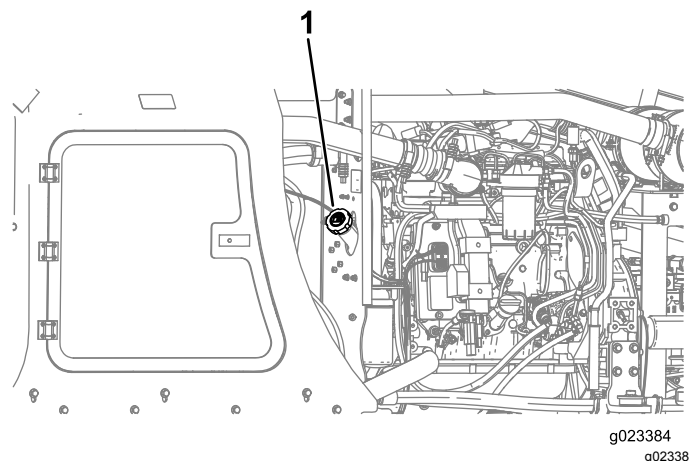

Рисунок 37
3. Снимите крышку топливного бака (Рисунок 37).